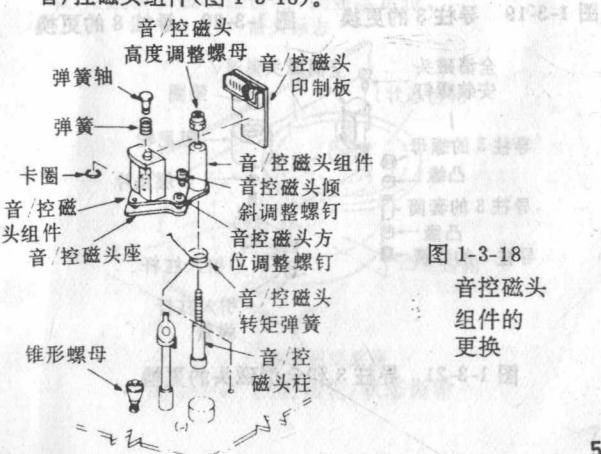

图 1-3-18 音控磁头组件的更换
- ① 从音/控磁头印制电路板上拔掉 6 脚插头。
② 反时针转动音/控磁头高度调整螺母，拆下它以便拆下音/控磁头组件(图 1-3-18)。